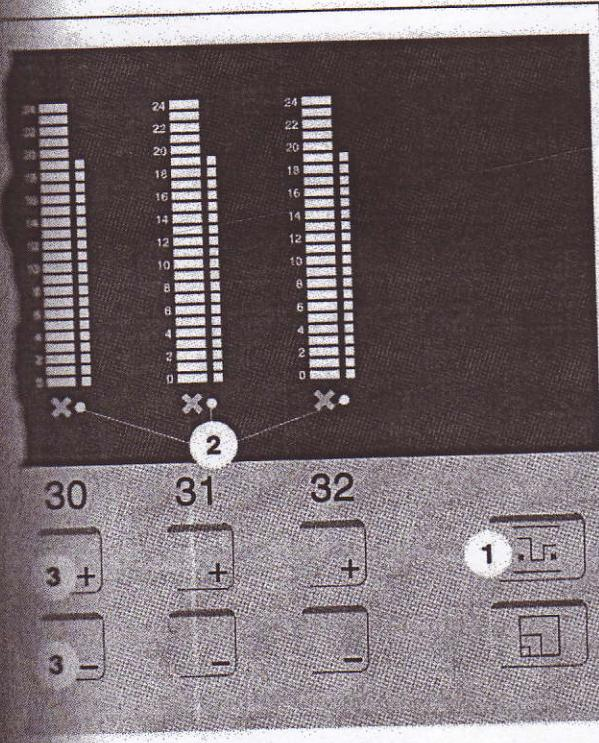

Рис. 72
- 1 Нажмите клавишу *Красочные зоны-Назначение группы* (Рис. 72/1). На индикации мигают все светодиоды группы (Рис. 72/2).
- 2 С помощью клавиш +/- задания профиля красок (Рис. 72/3) определить область группы.